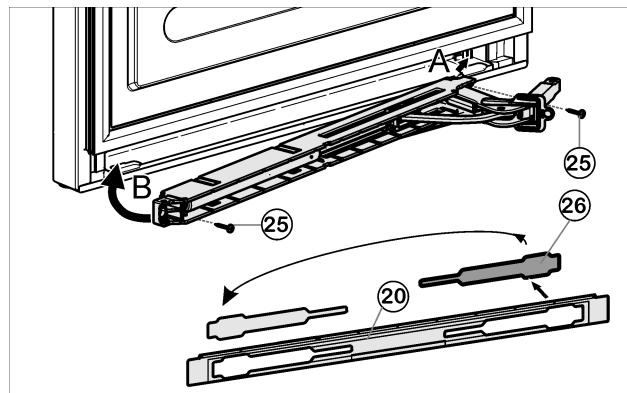

Fig. 14
- Suelte la cubierta Fig. 14 (26) del panel Fig. 14 (20) y vuélvala a colocar en el otro lado.
- Enganche (A) la unidad de amortiguador de cierre con la articulación orientada hacia el lado de la bisagra y gírela hacia dentro (B).
- Atornille la unidad de amortiguador de cierre (2 Torx® 15) Fig. 14 (25).